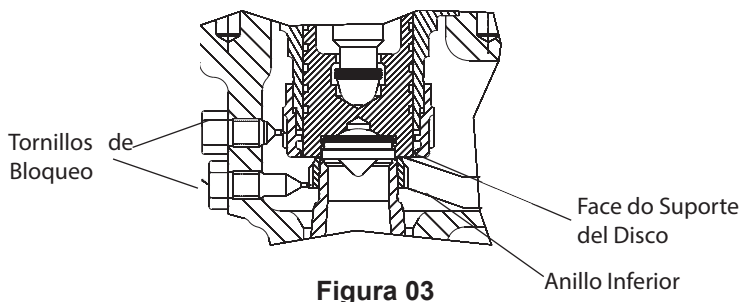

Figura 03
- 5 Mueva el anillo inferior (07) hacia arriba (sentido contrario a las agujas del reloj) hasta el contacto con la cara del soporte del disco (Figura 03).